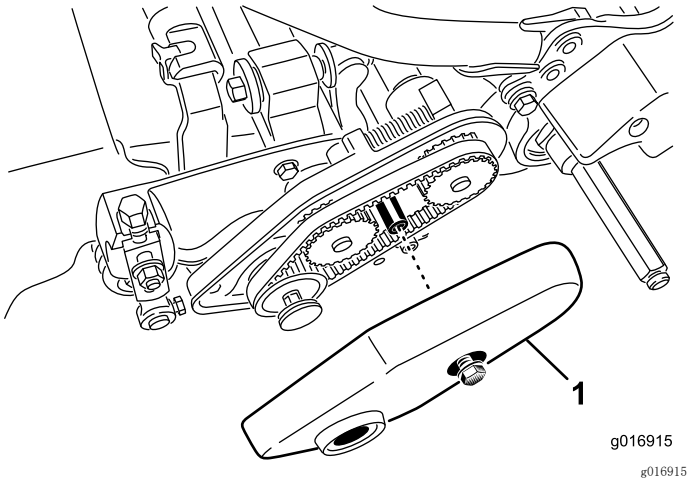

图16
- 松开固定皮带罩的凸缘螺栓，取下皮带罩露出皮带（图16）。